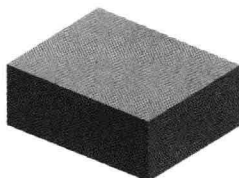
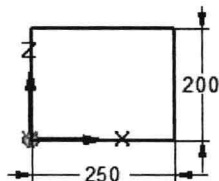

图 1.2 拉伸特征 1
图 1.3 截面草图
(1) 选择命令。选择下拉菜单 → → 命令,系统弹出“Solid Edge 材料表”对话框。
(2) 定义钣金参数。在“Solid Edge 材料表”对话框中单击 选项卡,在 文本框中输入 4,在 文本框中输入 4,其他选项采用系统默认设置;单击 按钮,完成设置。
Step4. 创建图 1.2 所示的拉伸特征 1。
(1) 选择命令。单击 功能选项卡 区域中的“拉伸”按钮 。
(2) 定义特征的截面草图。
① 选取草图平面。在系统 的提示下,选取前视图 (XZ) 平面作为草图平面。
② 绘制图 1.3 所示的截面草图。
③ 单击“主页”功能选项卡中的“关闭草图”按钮 ,退出草绘环境。
(3) 定义拉伸属性。在“拉伸”命令条中单击 按钮定义拉伸深度,在 文本框中输入 100,并按 Enter 键,单击“对称延伸”按钮 。
(4) 单击  按钮，完成特征的创建。